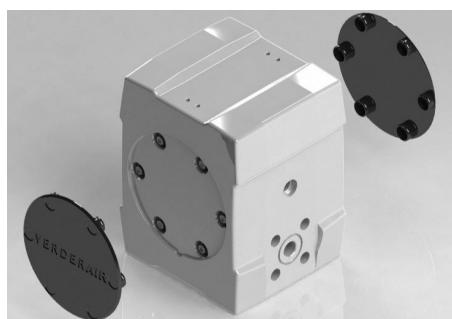

Abbildung 20
Schieben Sie die Kappen der Seitenabdeckungen (08) in die Seitenabdeckungen (siehe Abb. 20).